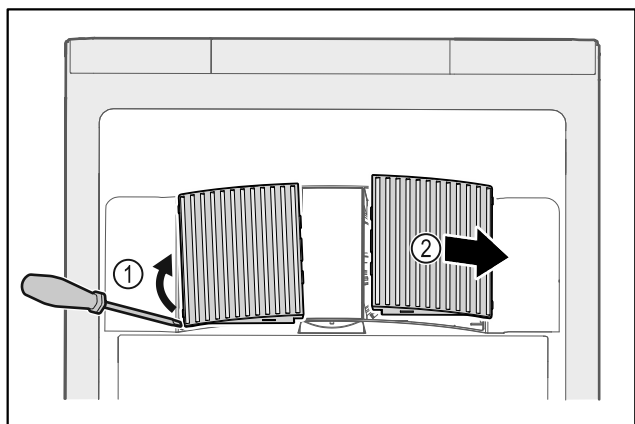

Fig. 34
- ▶ Кожух вентилятора обережно підважити зі сторони Fig. 34 (1) і витягнути рухом вперед Fig. 34 (2).